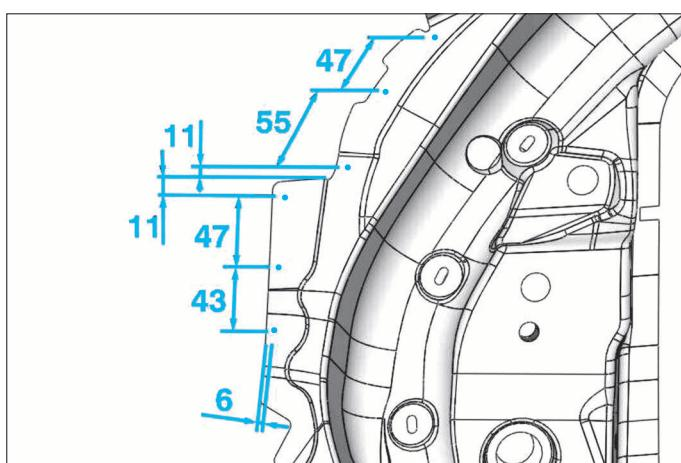

FIG. 52
- Tracer puis percer 6 trous de Ø 6.5 mm suivant les cotes indiquées pour le soudeage (Fig.52).